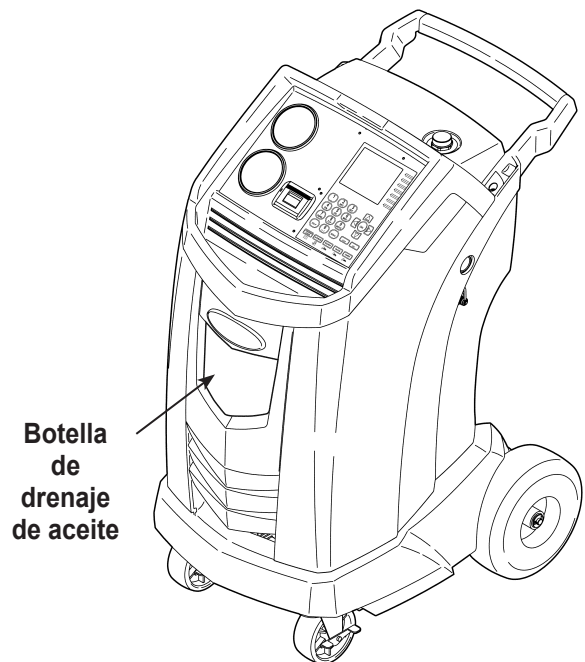

Figura 12
1. Vacíe la botella de drenaje de aceite antes de comenzar una recuperación. Desinstale la botella de drenaje de aceite de la máquina tirando de la botella verticalmente; no haga un movimiento de giro o balanceo. Consulte la Figura 12.